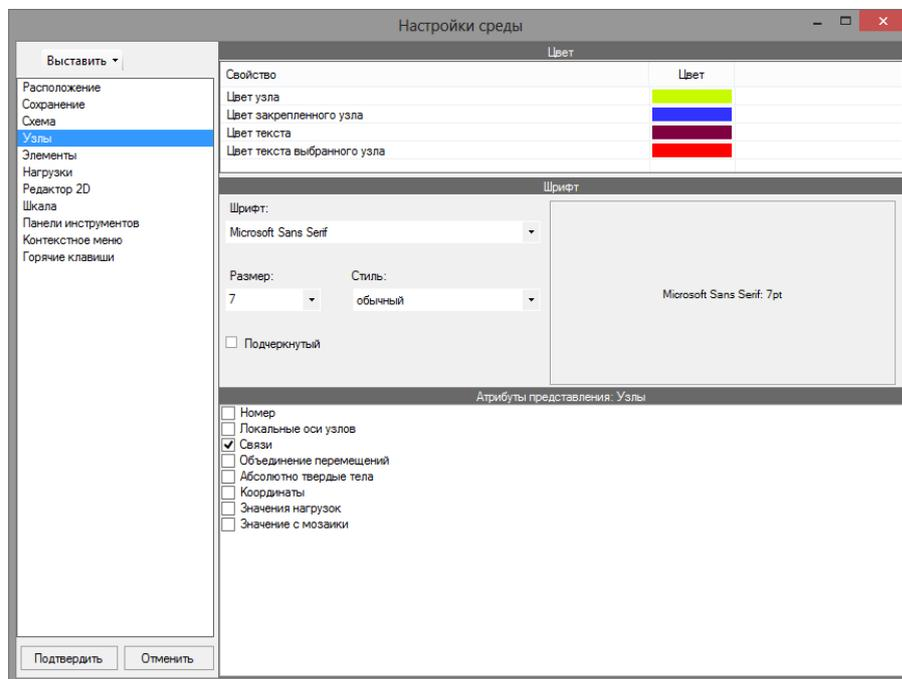

Рисунок 2.11 Вкладка **Узлы**
**Настройки рабочей среды** ⇨ вкладка **Узлы** (рисунок 2.11)